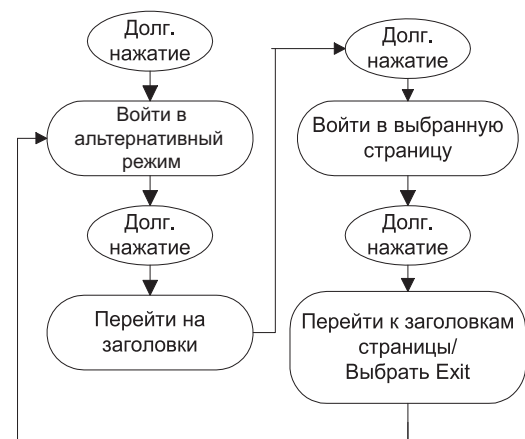

Рисунок 6
**Consumer section (Альтернативный режим)** (см. рисунок 6)
Для входа в данный режим следует нажать и удерживать кнопку “ALT” (см. рисунок 6).